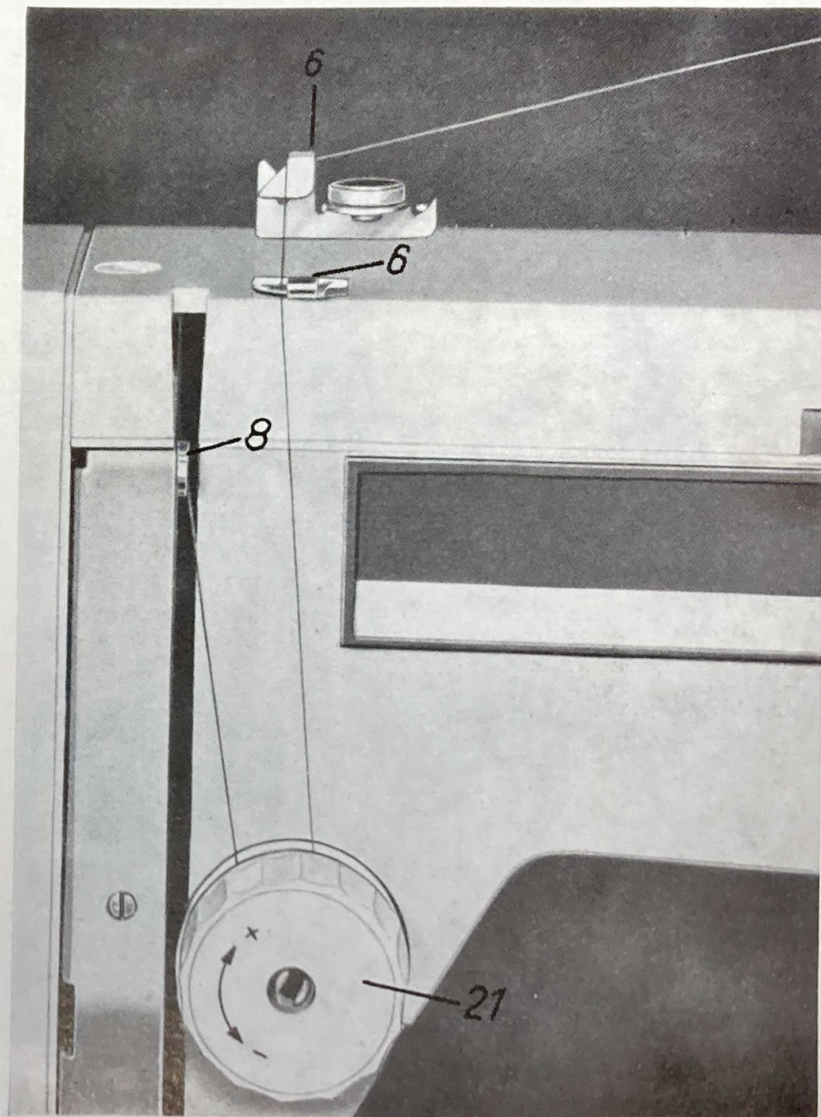

Abb. 10
11. Das Einfädeln des Oberfadens (Abb. 10 und 11)